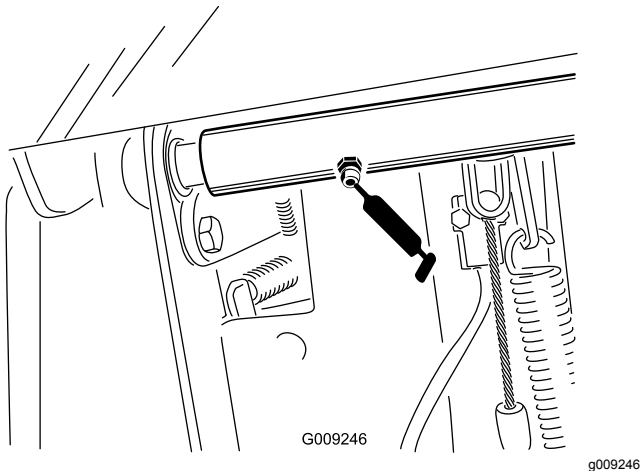

Figure 75
- 2 roulements d'axe de pivot de la pédale de frein (Figure 75)